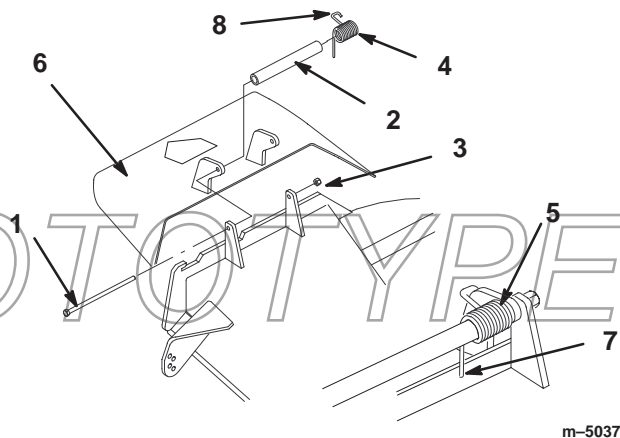

Figure 63
1. Retirez le contre-écrou, le boulon, le ressort et l'entretoise qui fixent le déflecteur aux supports de pivot (Fig. 63). Enlevez le déflecteur s'il est endommagé ou usé.
**Remarque :** prenez soin de placer l'extrémité droite du ressort derrière le bord du plateau avant de mettre le boulon en place, comme indiqué à la Figure 63.
3. Remettez le boulon et l'écrou. Accrochez l'extrémité crochue du ressort au déflecteur d'herbe (Fig. 63).